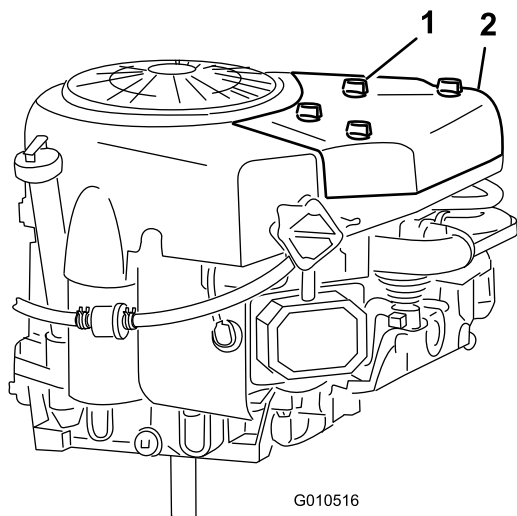

Figura 20
2. Desenrosque los pomos y retire la cubierta del limpiador de aire (Figura 20).
3. Instale la cubierta del limpiador de aire y los pomos (Figura 20).